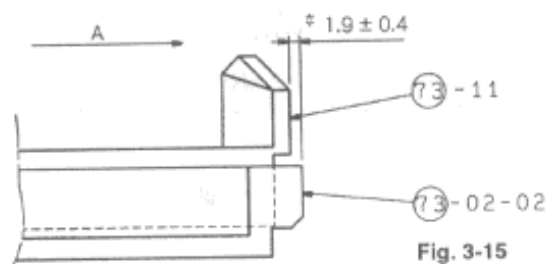

Fig. 3-15
• For reinstalling the Cassette Holder, refer to Fig. 3-15.
• Cassette Holder の取り付けは、Fig. 3-15 を参照。